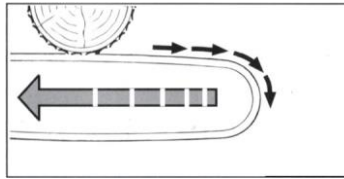

Fig. 4
- Utilisez un tournevis pour ajuster le boulon de réglage de la tension à une position correcte, comme indiqué sur la figure 4.